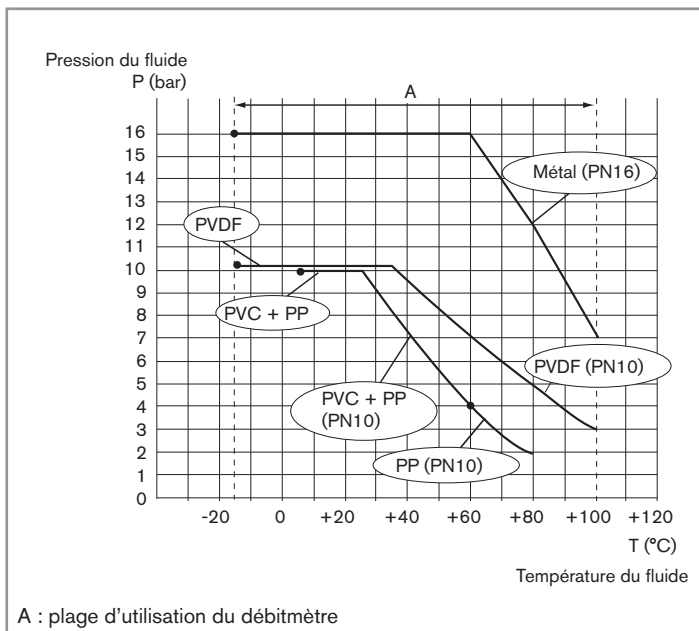

Fig. 3 : Courbes de dépendance température - pression du fluide
- Tenir compte de la dépendance température-pression du fluide selon la nature du matériau du raccord utilisé (voir Fig. 3).